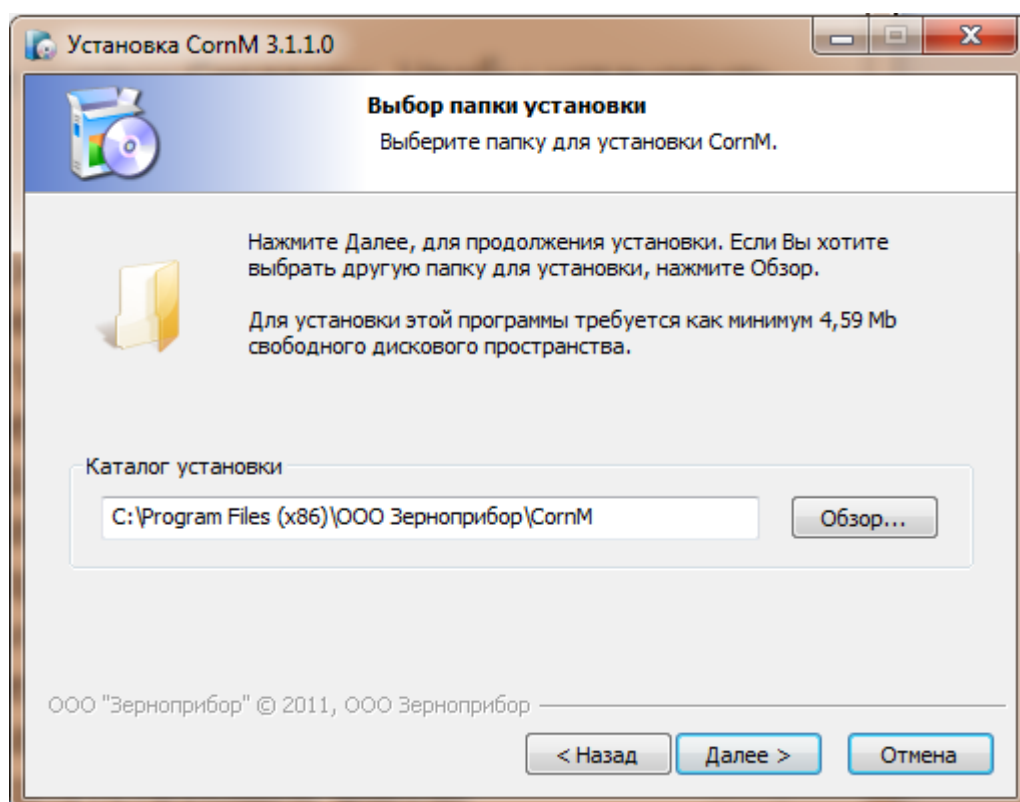

Рис. 1.3 Выбор папки для установки "CornM"
- На этом шаге выберите папку для установки "CornM" (Рис. 1.3).